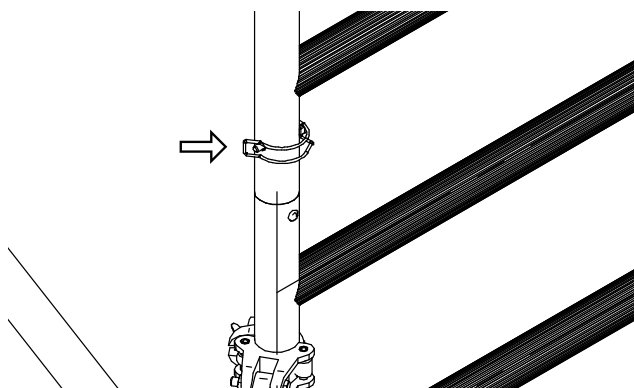

Rys. 27 Montaż i blokowanie podestua
9. Zamontować z pomocą drugiej osoby podest na najwyższych szczeblach i zabezpieczyć po obu stronach haki podestu (Rys. 27).